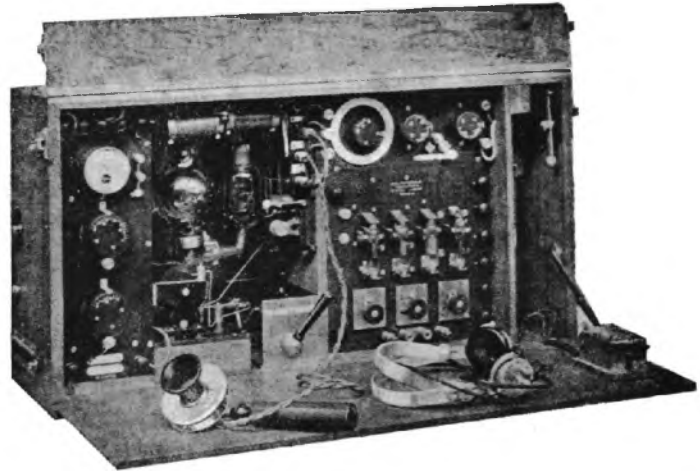
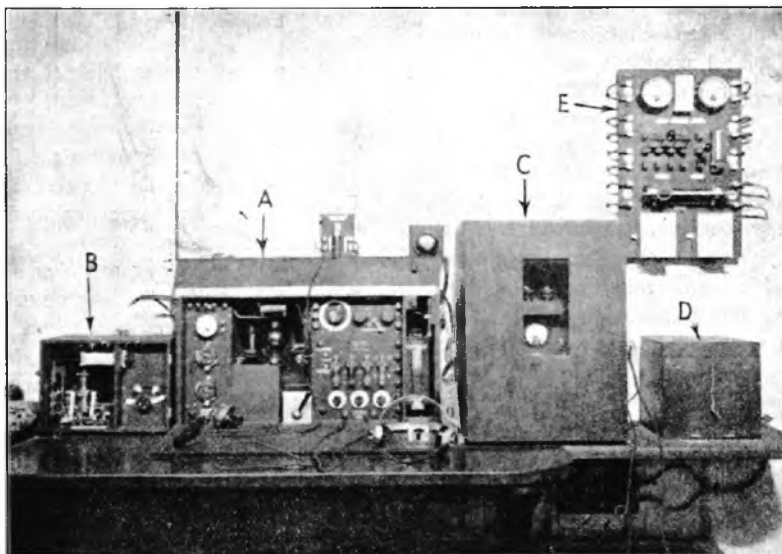
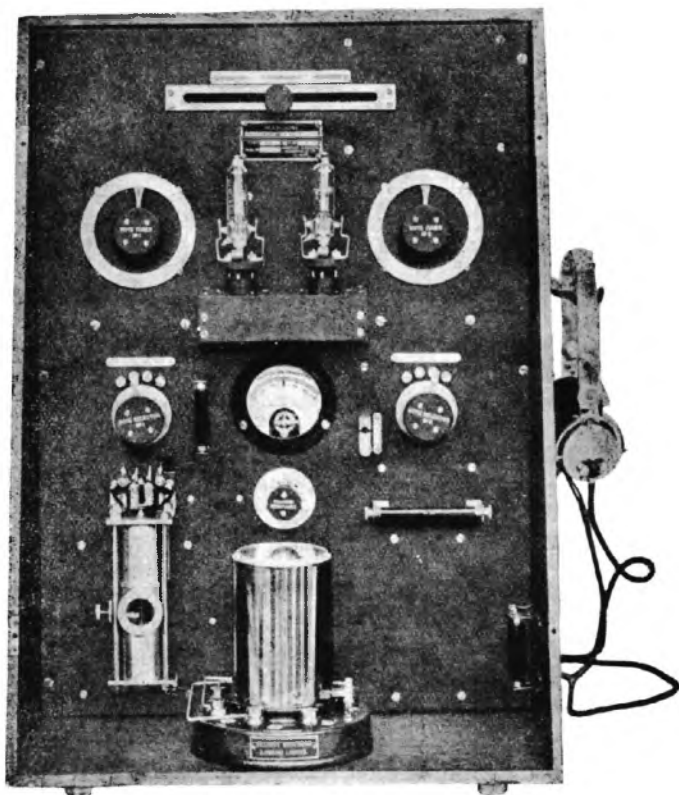

Fig. 1. De Hoofd Zend-Ontvanginstallatie (Foto Marconi)
Fig. 2. De Marconi Bel-installatie (Foto Marconi)
Fig. 3. De Marconi Bel-ontvanger (Foto Marconi)
behalve dan de geringe anodespanning, een leiding loopt van het binnenrooster naar de positieve pool van de anodebatterij. Een schema van een dubbelroosterlamp, op deze wijze als detector gebruikt, is in fig. 1 afgebeeld.
een dubbelroosterlamp als laagfrequentieversterker tot een twee-lamps uit te breiden. Ook kan een bestaand twee-lamps toestel zonder bezwaar voor dubbelroosterlampen worden ingericht. Fig. 2 geeft zulk een twee-lamps schema. In plaats van den telefoon is in de plaatketen van de eerste lamp de primaire wikkeling van een laagfrequentie-transformator  $T$  opgenomen, parallel waarop eventueel een condensator  $C_3$  van ca. 3000 c.M. (telefooncondensator) geschakeld kan worden; men kan proberen of dit laatste voordeel geeft, hetgeen inderdaad dikwijls het geval is. Verder is het schema geheel gelijk aan de gebruikelijke triode-schema's.
positieven weerstand te vernietigen. Bij een dubbelroosterlamp kan dit op de volgende wijze bereikt worden. Aangenomen dat de lamp geschakeld is volgens fig. 1 of fig. 2. Daar het binnenrooster positief is, zal het een behoorlijk deel van den electronenstroom tot zich trekken. Wanneer het buitenrooster tengevolge van de trillingen in de antenneketen wisselspanningen krijgt, beurtelings positief en ne-
welke wij zien afgebeeld in fig. 2 (C) en in fig. 3, wordt aangesloten op de gewone vierlamps ontvanger. (zie voorgaande beschrijving). De door den ontvanger versterkte en gelijkgerichte trillingen, worden aan de eerste lamp van den belontvanger toegevoerd. De roosterkring van deze lamp is afstembaar door middel
In de anodekring van deze tweede lamp stroomt onder normale omstandigheden (dus als de opbelinrichting van het lichtschip *niet* werkt) een anode (gelijk-)stroom, welke de tong van een relais (zie fig. 3, grondvlak) aangetrokken houdt. Deze anodestroom wordt aangewezen door een galvanometer (boven het relais zichtbaar).
Fig. 2 geeft een complete bel-installatie weer. Op het lichtschip bevinden zich dus alleen: A) de hoofdzender en ontvanger; B) de oproeper. Op Kijkduin bevinden zich A) en C). Dit laatste apparaat is de belontvanger. E) is het laadbord, terwijl D) een hoogspanningsbatterij is.
Fig. 3 is de belontvanger, welke wij uitvoerig in bovenstaand artikel bespraken.